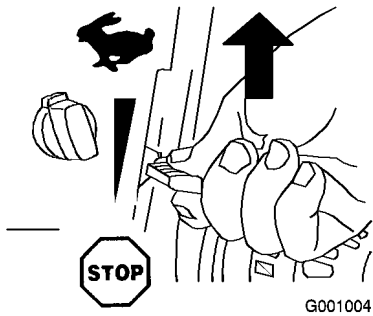

Figura 25
- Mettete l'acceleratore in posizione Fast (Figura 25).